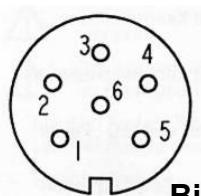

Bild 50
- Netzschalter (29) ausschalten. Taste „Cal“ (34) drücken und gleichzeitig Netzschalter (29) wieder einschalten.
- Im Display (41) erscheint der Pumpenkopf z.B. „Pu 1“.
- Mit den Pfeiltasten (35) solange drücken, bis „r on“ bzw. „r of“ erscheint.
- Gewählten Modus mit Druck auf Select (36) bestätigen.
9.4. Schnittstellen (Bild 50)